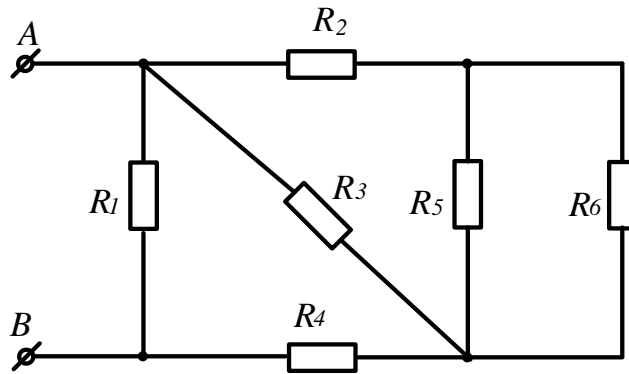

Рисунок 9
**Задача 4.** Определить эквивалентное сопротивление цепи (рис.9) между зажимами АВ, если  $R_1=R_5=3\text{Ом}$ ,  $R_2=2,8\text{Ом}$ ,  $R_3=1\text{Ом}$ ,  $R_4=6,2\text{Ом}$ ,  $R_6=2\text{Ом}$ .